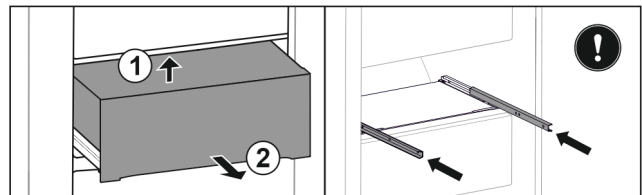

Fig. 29*
- ▶ Повдигнете отдолу отзад Fig. 29 (1)*
- ▶ Извадете напред Fig. 29 (2)*